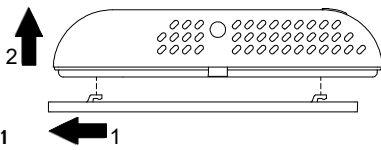

Fig. 1
- 1 Sganciare la piastra attaccata alla base del dispositivo spingendola verso sinistra e facendo così sganciare i dentini indicati in Fig. 1.